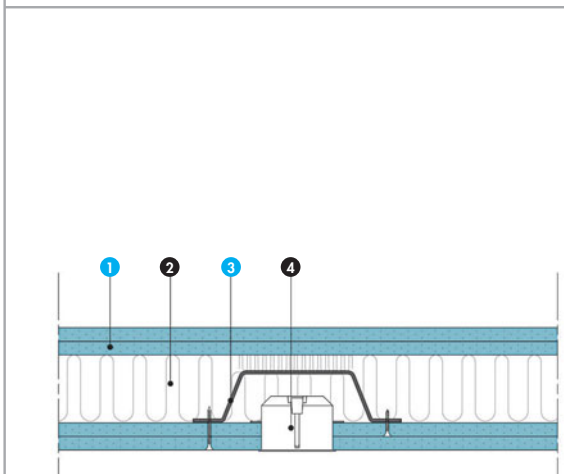

Fig. 9
Nomenclature de la figure 9
- Soit en utilisant les Capots RX (plomb) (fig. 9 et 10).